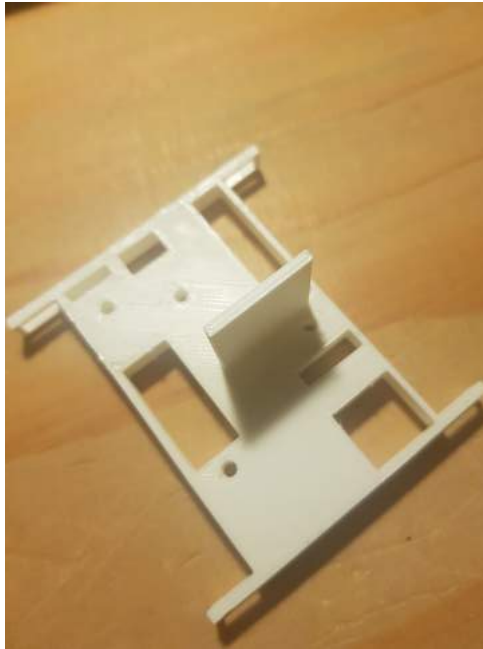

FIGURE 7 – Partie supérieure de la base
4. Visser le power board sur la partie supérieure de la base (cf figure 7).
5. Visser le rack de commutation pour capteurs IR (cf figure 7).